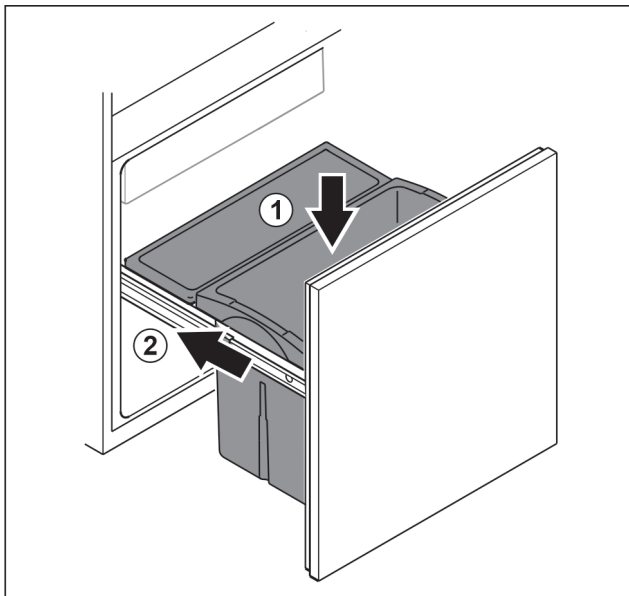

Fig. 43
- ▶ Lade vanaf de bovenkant plaatsen. Fig. 43 (1)
- ▶ Lade erin schuiven. Fig. 43 (2)